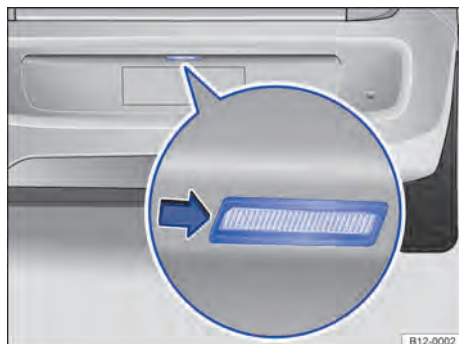

Fig. 108 En el parachoques trasero: desmontar la luz de la placa de licencia.
2. Con la ayuda de un destornillador, presionar la luz de la placa de licencia del lado izquierdo y retirarla del parachoques → fig. 108.